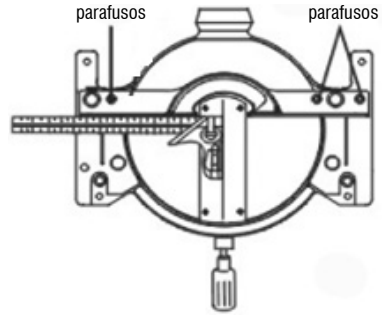

Fig. 11 – Ajuste do esquadro da máquina
- Com o auxílio de um esquadro de 90°, verifique se a lâmina está no esquadro (fig. 11);
- Caso a máquina não esteja no esquadro, solte os parafusos do esquadro (fig. 11) e desloque até obter 90° entre o esquadro e a lâmina.